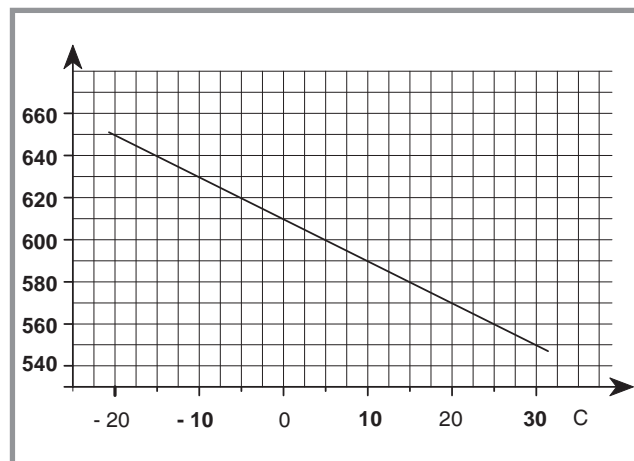

Fig. 1 - Sonde QAC31
- Sonde extérieure QAC31 (fig. 1)